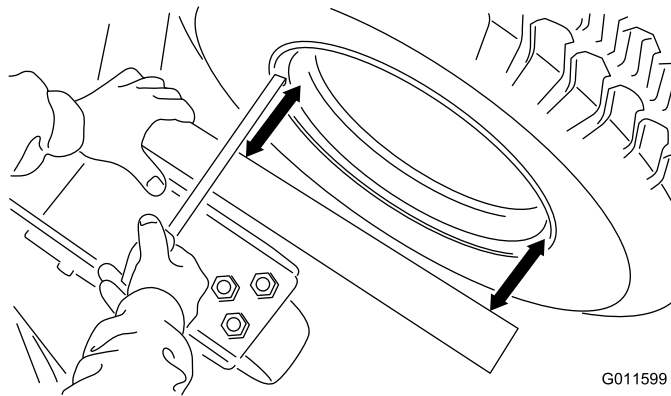

Figura 7
2. Bulloni di fissaggio, rondelle & dadi di bloccaggio (8)
- B. Posizionate una squadra o una riga contro l'elemento saldato dell'apparato di taglio che comprende la forcella della ruota orientabile (Figura 7). Non prendete come riferimento la forcella stessa.
- C. Misurate la distanza tra il solco (non il bordo esterno) del cerchio della ruota e la riga a livello dei due punti indicati nella Figura 7. A causa di eventuali irregolarità del cerchio e della vernice, il bordo esterno non è un riferimento affidabile per effettuare misurazioni. Le due misure rilevate devono essere uguali; è ammessa una tolleranza d'errore di 3 mm.